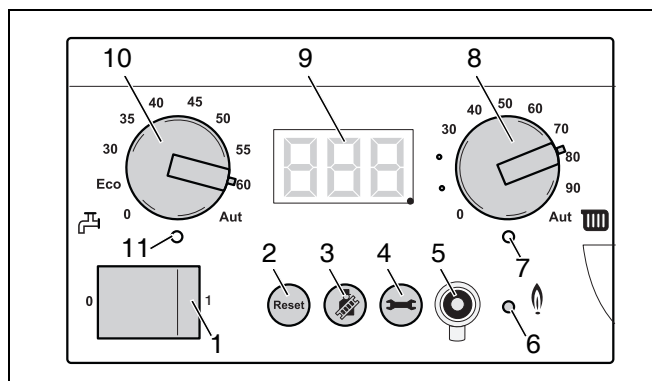
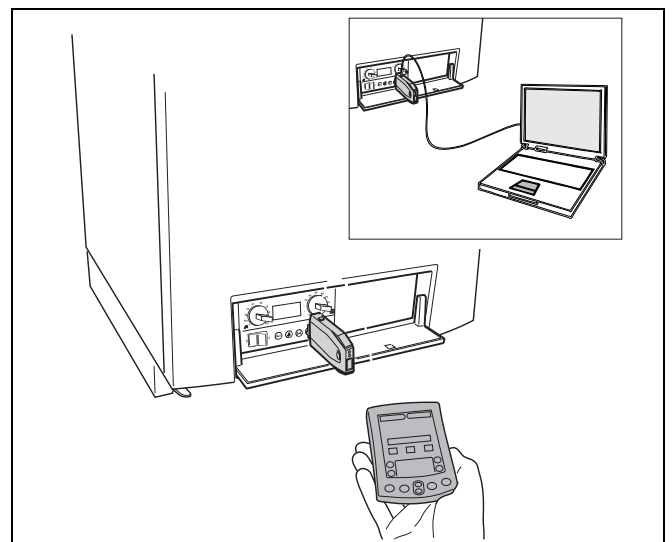

Fig. 49 Basiscontroller BC10
Fig. 50 Nefit Service Tool aangesloten op het cv-toestel
- Begrens de maximale cv-watertemperatuur met de draaiknop „Maximale cv-watertemperatuur“ (→ fig. 49, [8], pag. 38) tot de toegestane aanvoertemperatuur van het vloerverwarmingscircuit (bijv. 30 – 40 °C).
Met de service-toets (→ fig. 49, [4], pag. 38) kan de aanvoertemperatuur, installatiedruk etc. op het display worden opgeroepen. Zie ook tabel 10, „Servicebedrijf“, pag. 42, tabel 18, „Displaywaarden“, pag. 76, tabel 19, „Displayinstellingen“, pag. 76 en tabel 20, „Displaycodes“, pag. 77.
Om het detecteren, analyseren en oplossen van een storing doeltreffender, sneller en makkelijker te maken, is het mogelijk om een Nefit Service Tool (→ fig. 50) op de Service Connector (→ fig. 49, [5], pag. 38) van het cv-toestel aan te sluiten.
- Verwijder het afdekdopje (→ fig. 49, [5], pag. 38) op de BC10.